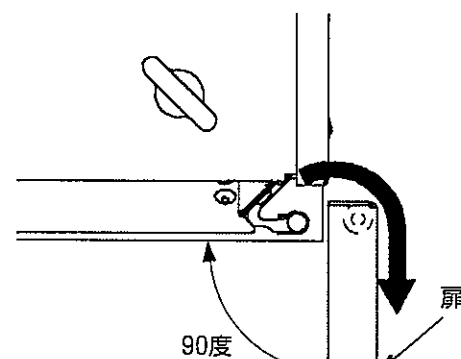

図3/扉の外し方
- (3) 扉の開角度を約90度に保持したまま扉を蝶番から矢印の方向に外す。(図3)